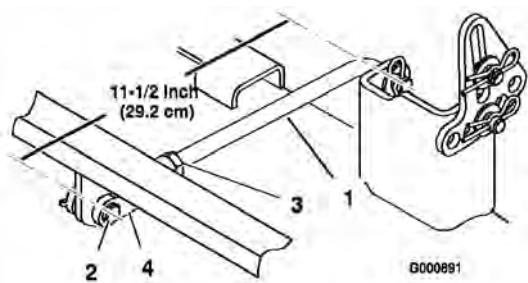
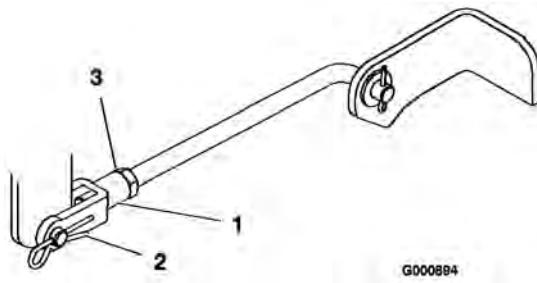

Figure 43
Figure 45
6. Mesurez la longueur du tourillon arrière (Figure 43). Si elle n'est pas égale à 29,2 cm (11,5 pouces), retirez l'axe de chape et la goupille fendue à l'extrémité du tourillon (Figure 43), desserrez l'écrou de blocage et tournez la chape jusqu'à obtention de la longueur voulue.
10. Pour régler l'inclinaison avant/arrière des lames, enlevez la goupille fendue des chapes des tourillons avant et desserrez les contre-écrous (Figure 45).
11. Tournez les chapes sur les tourillons pour modifier le réglage (Figure 45). Serrez les chapes (raccourcissez les tourillons) pour relever l'avant du plateau et desserrez-les (allongez les tourillons) pour abaisser l'avant du plateau.
13. Quand l'inclinaison avant/arrière voulue est obtenue, serrez les écrous de blocage (Figure 43 et Figure 45).